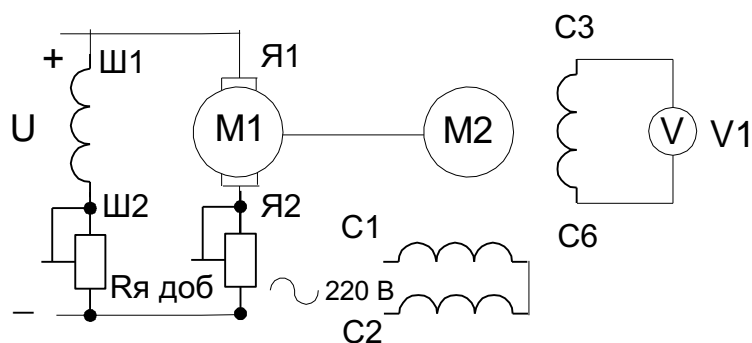

Рис. 20.1. Схема асинхронного ТГ. С₁-С₆-генераторная обмотка.
1. Соберите схему согласно рис. 20.1. В данной работе в качестве ТГ с полым немагнитным ротором использован трехфазный асинхронный электродвигатель с короткозамкнутым ротором. Две обмотки включены С1С4 и С2С5 включены встречно, формируют поле по оси d-d, с компенсацией поля по оси q-q и выполняют функцию обмоток возбуждения В. Третья С3С6 обмотка q-q выполняет функцию выходной обмотки Г.